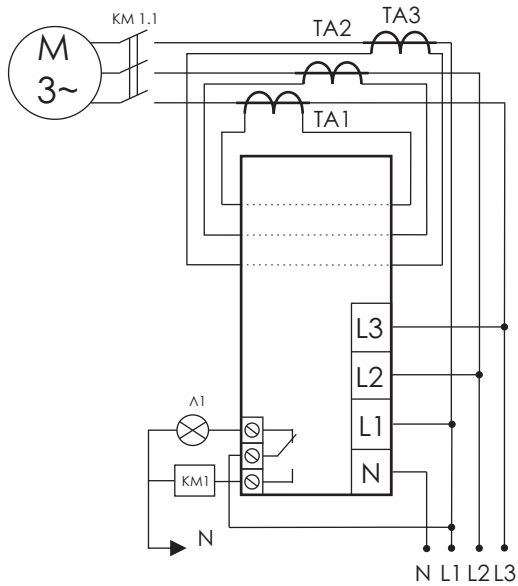

Рис.1 Типовая схема включения изделия AZD с трансформаторами тока.
1. Собрать схему в соответствии с рис.1